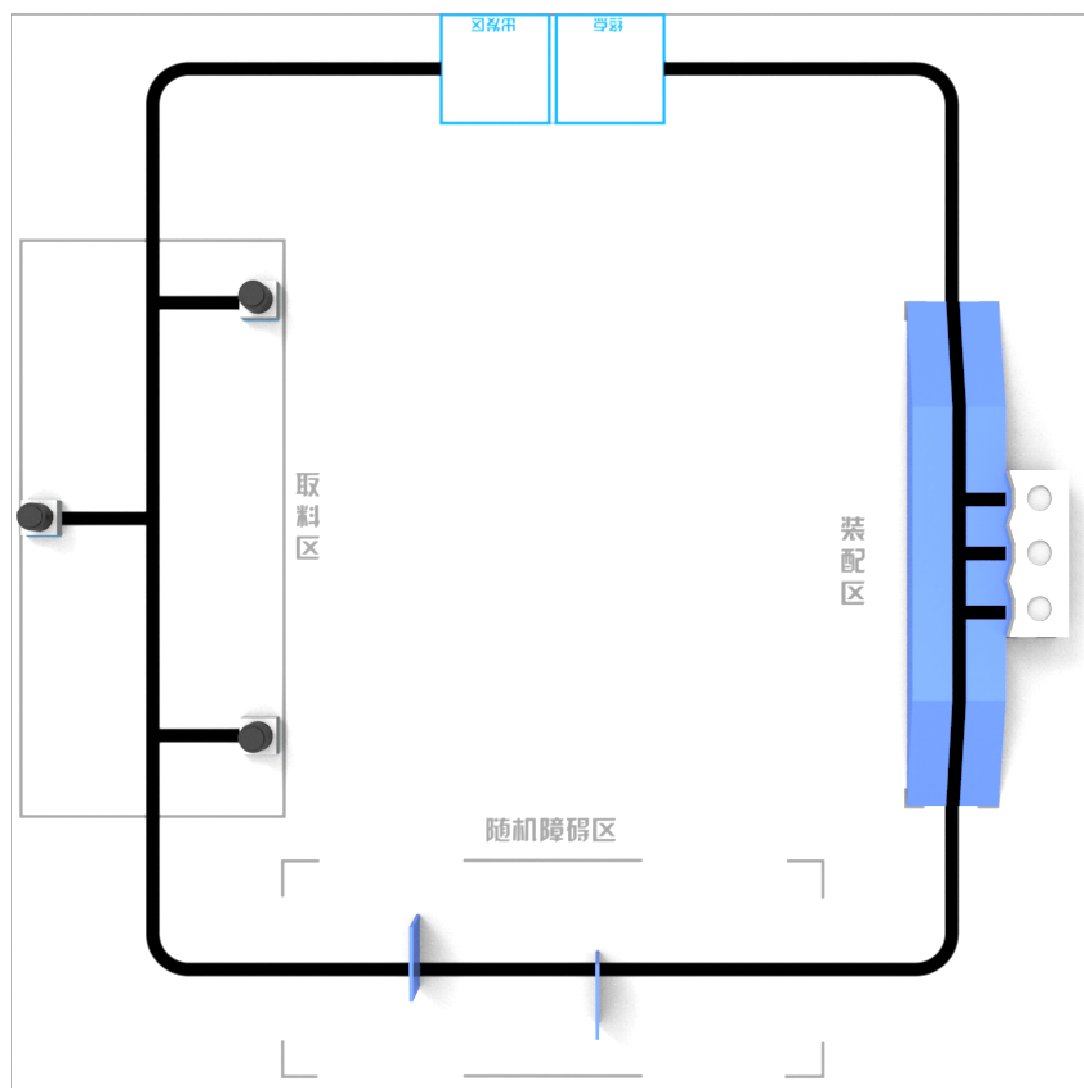

图 1 场地俯视图
(1) 场地地面为 $3000\text{mm} \times 3000\text{mm}$ 的白色宝丽布，印刷有黑色引导线，引导黑线宽度为 38mm 。场地地面设有 $300\text{mm} \times 300\text{mm}$ 的出发区和 $300\text{mm} \times 300\text{mm}$ 的终点。如图 1—3 所示。